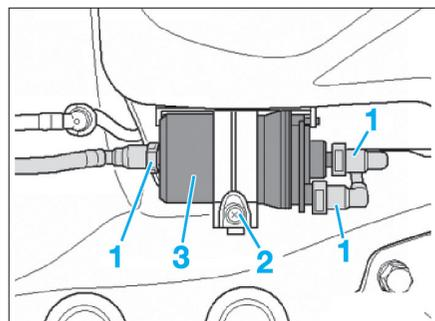

Fig. 50
- Débrancher les conduites (1) (Fig.50).